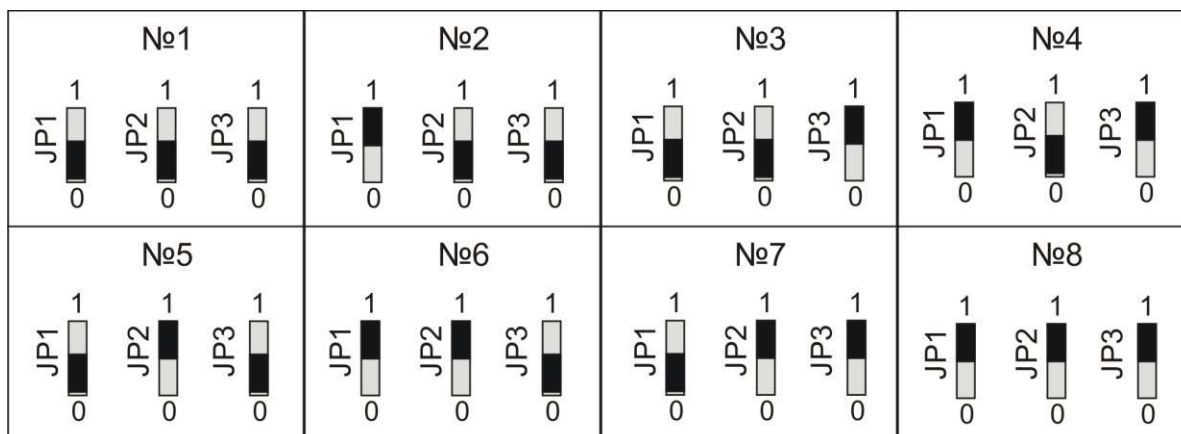

Рисунок 7.14 - Варіанти адрес МРЛ-8
- встановити адресу модуля перемичками JP1-JP3, у відповідності до рис. 7.14;